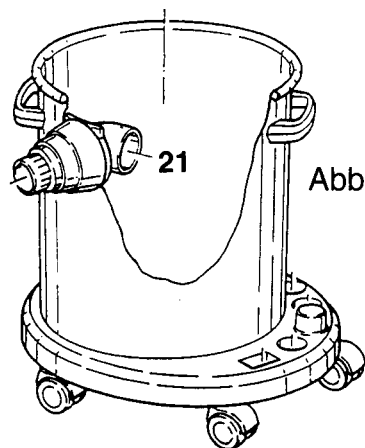

Abb. 5
- den Einweg-Papierfilter am Einsatzring halten, vorsichtig auseinanderziehen, (*Bild 5*) und den Karton links und rechts vom Ring knicken
(Bild 5)